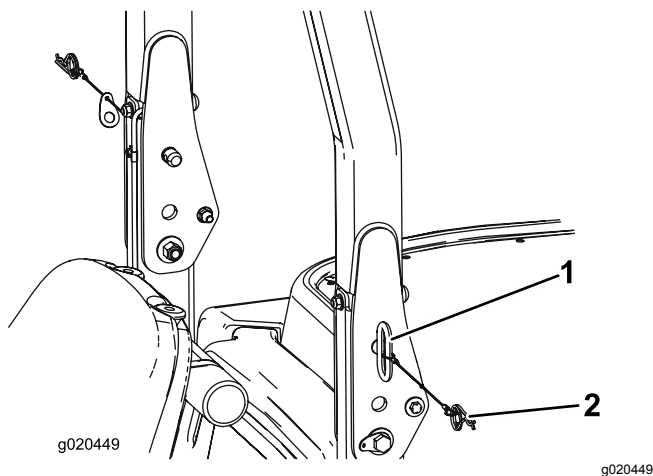

Bild 55
1. Entfernen Sie zum Absenken des Überrollbügels die Splints und zwei Stifte (Bild 55).